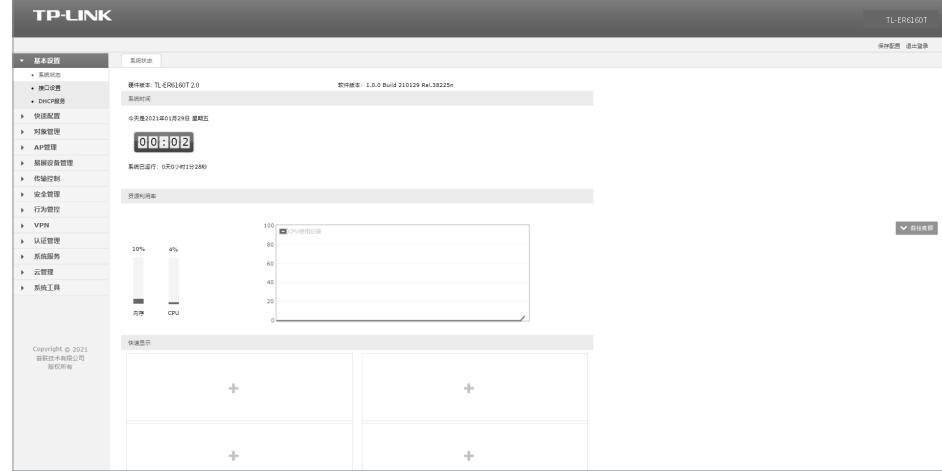

图4-3 路由器管理界面首页
5. 经过上述步骤即可成功登录路由器管理界面，如图4-3所示。点击左上角的本公司 的商标，可以访问本公司主页 (<http://www.tp-link.com.cn>)；点击页面左侧的主菜单栏即可进行相应功能的设置。